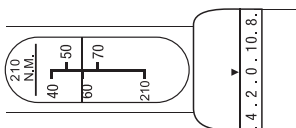

Fig. 1
1. Impostare la scala principale sul valore contrassegnato con la linea trasversale "60" e la scala micrometrica su "0". Ora la chiave torsiometrica è impostata su 60 Nm (fig. 1).